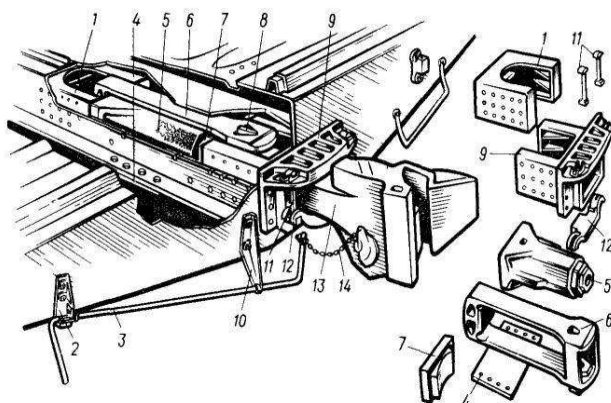

Рисунок 5. Автосцепное устройство вагонного типа и его детали
6) По внешним признакам определите элемент конструкции автосцепки под №5 (рисунок 5)?